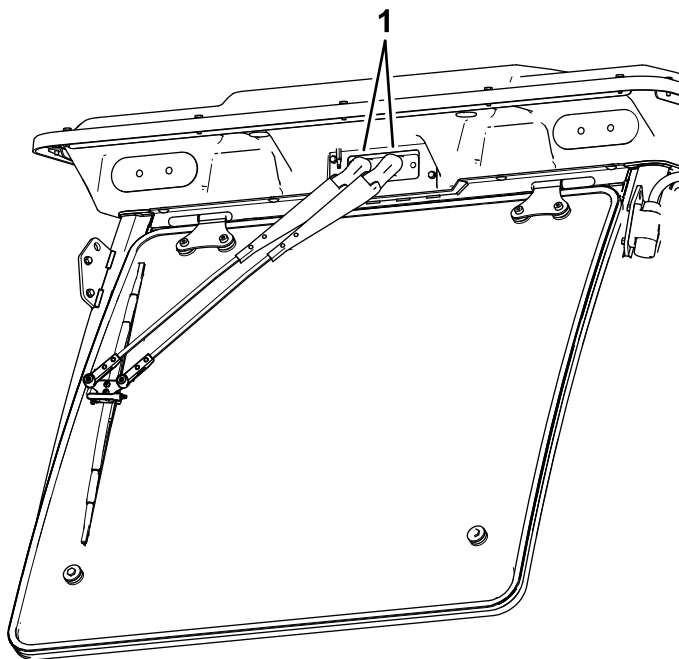

Figura 83
1. Rimuovete i tappi nella parte superiore dei bracci del tergicristallo (Figura 83).